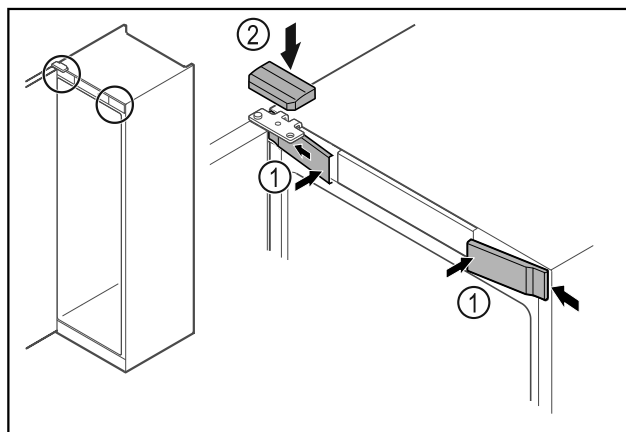

Fig. 59
- Přední kryty Fig. 59 (1) bočně zahákněte a zaklapněte.
- Horní kryt Fig. 59 (2) shora zaklapněte.